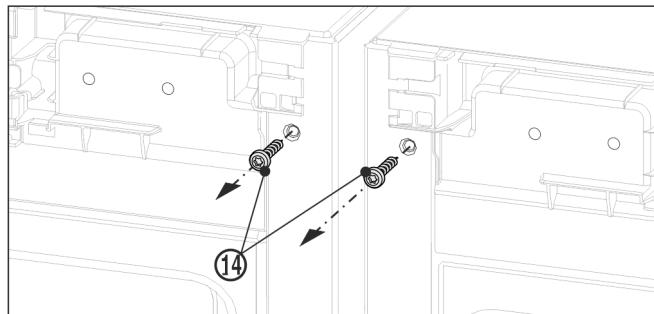

Fig. 11
- Před montáží horního úhelníku oba uzemňovací šrouby Fig. 11 (14) vyšroubujte.